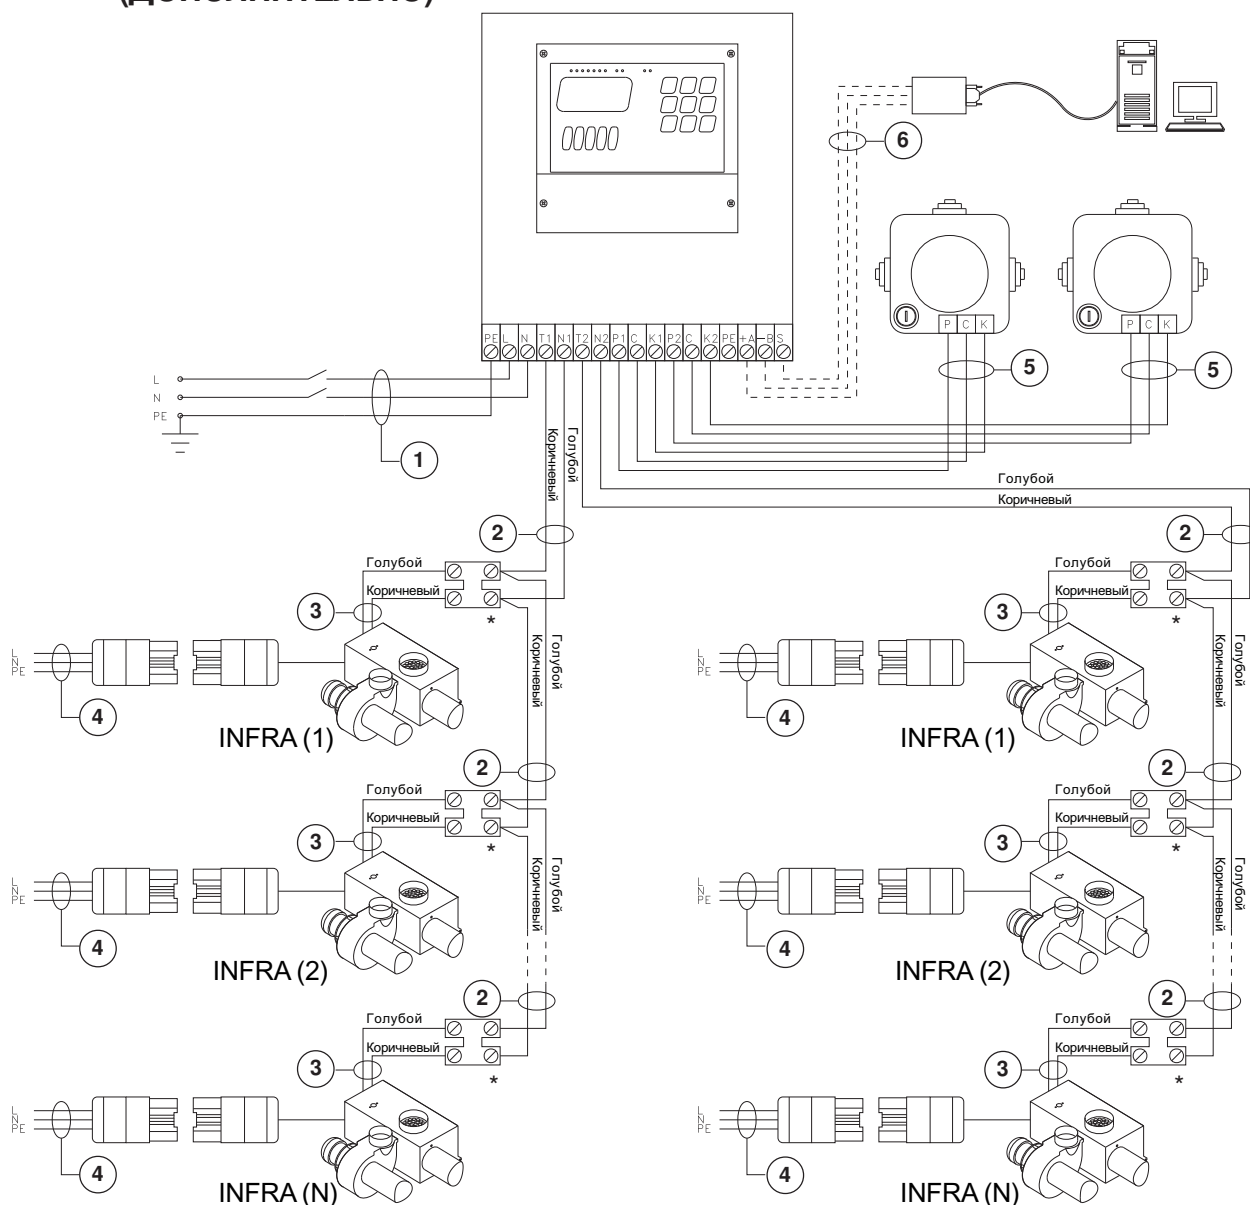

Рис. 8.5 Электрические соединения блока управления Код. 01CEQU2517 (ДОПОЛНИТЕЛЬНО)
- 3 котрольный кабель горелки «А» (2x1,5 мм2) - (Дополнительно, см. Рис. 8.5)